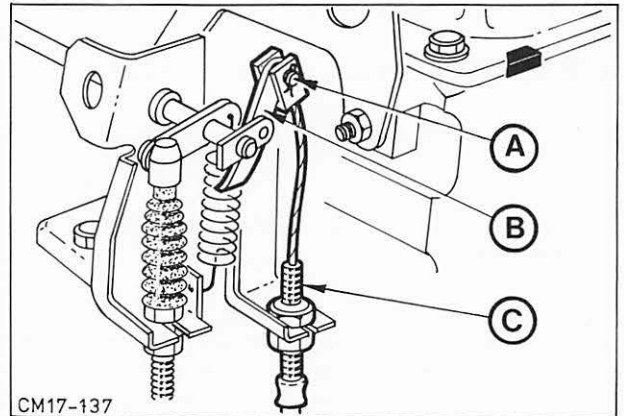

Abb. 37 Rückschaltseilzug (Kick-down) am Vergasergestänge
2. Umhüllung – Seilzug vom oberen Halter abbauen, dabei Einstellmutter vom Gewindestück abschrauben, Umhüllung ganz zurückziehen und Seilzug aus der Schlitzöffnung am Halter aushängen. Abb. 37.